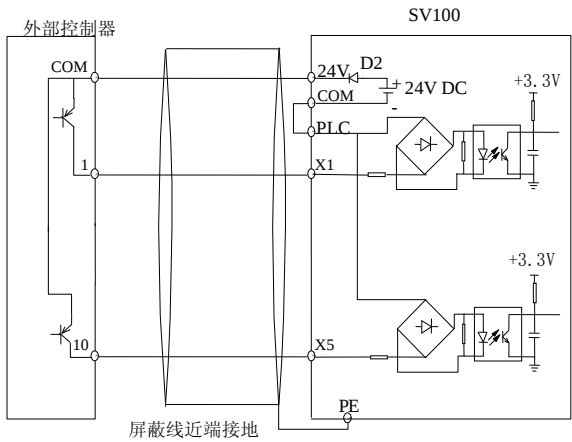

图 4-10 使用变频器内部+24V 电源的漏极连接方式
2) 使用变频器内部+24V 电源，外部控制器为 PNP 型的共发射极输出的连接方式(注意去除 PLC 与 24V 端子间的连接线)，如图 4-10 所示。